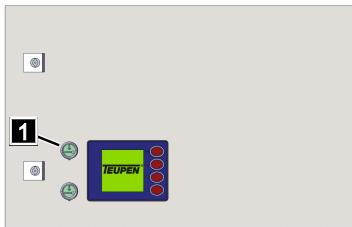

Abb. 121
4. Den *[Drucktaster]* (Abb.121/1) solange gedrückt halten bis die Arbeitsstellung erreicht ist.